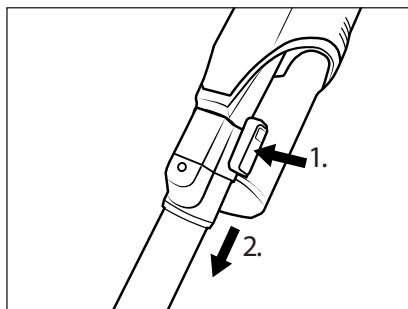

Abb. 11
- ◆ Um das Saugrohr **23** vom Gerät zu entfernen, halten Sie die Saugrohr-Entriegelungstaste **24** gedrückt und ziehen Sie das Saugrohr **23** von der Säugöffnung des Gerätes ab (siehe Abb. 11).